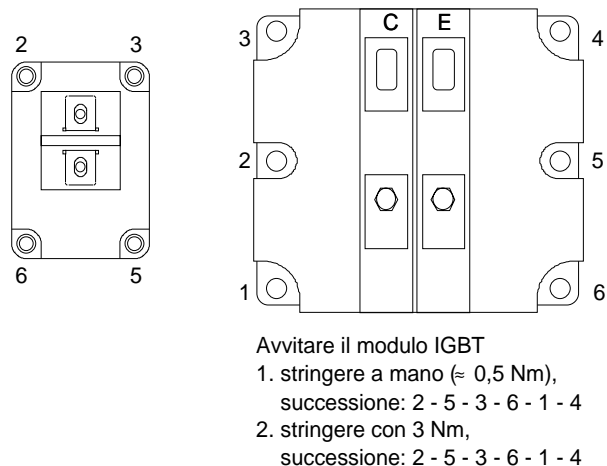

Fig. 5.2 Fissaggio del modulo IGBT
- Avvitare le viti di fissaggio sul modulo IGBT con 3 Nm, rispettando la successione (Fig. 5.2).